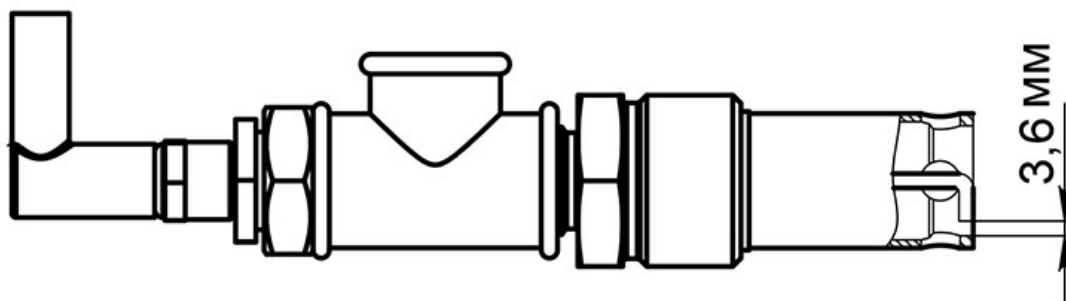

Рисунок 4 – Установка зазора между искровым устройством и электродом
4.2.4 Проконтролировать, что электрод розжига расположен правильно и установлен с зазором, как показано на рис. 4.
Периодически вынимать и осматривать электрода розжига. При наличии у керамического изолятора электрода трещин, сколов и следов чрезмерных механических воздействий его необходимо заменить. Очищать поверхность электрода от любого сажевого налета. При замене электрода избегать избыточного затягивания гайки во избежание повреждения керамического изолятора. Перед использованием электрода необходимо проконтролировать его расположение по центру сопла запальной горелки (см. рис. 4 – Установка зазора между искровым устройством и электродом).